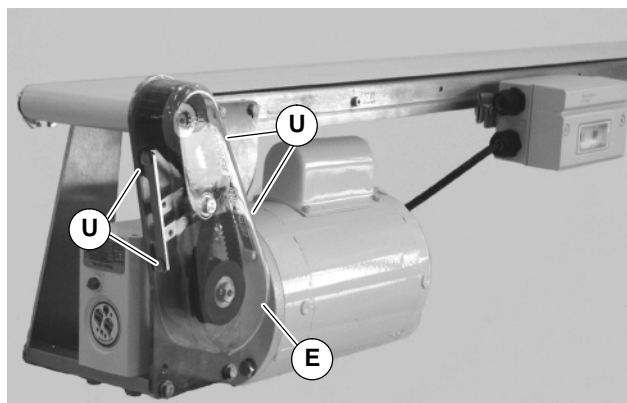

Abbildung 20
1. Vier (4) Schrauben (U siehe Abbildung 20) entfernen und Abdeckung (E) abnehmen.